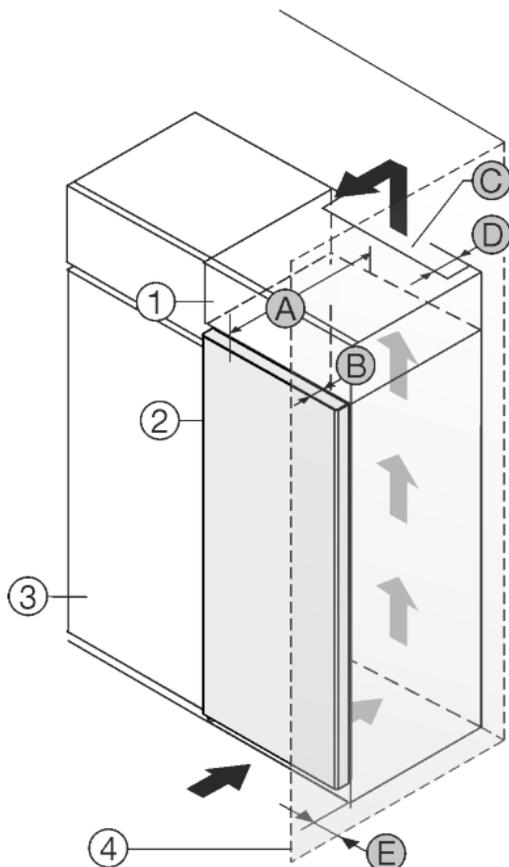

Fig. 1
Coloque el aparato directamente al lado del armario de cocina Fig. 1 (3).*
En la parte posterior del armario superior debe estar disponible un pozo de ventilación con la profundidad Fig. 1 (D) sobre la totalidad del ancho de armario superior.
Debajo del techo debe respetarse la sección transversal de ventilación Fig. 1 (C).
Si el aparato se instala con las bisagras al lado de una pared Fig. 1 (4), la separación entre el aparato y la pared debe ser de por lo menos 40 mm. Esto corresponde a la parte que sobresale de la manija con la puerta abierta.